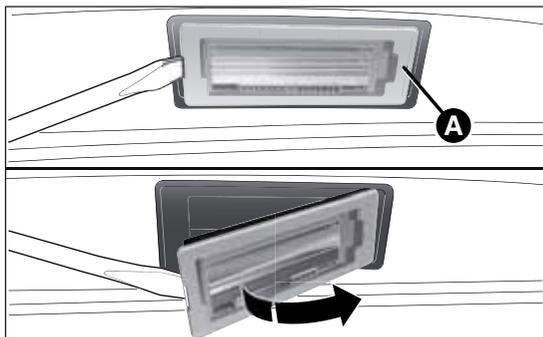

fig. 132
- enlever le transparent A fig. 132 ;
- puis remettre le transparent A fig. 132.